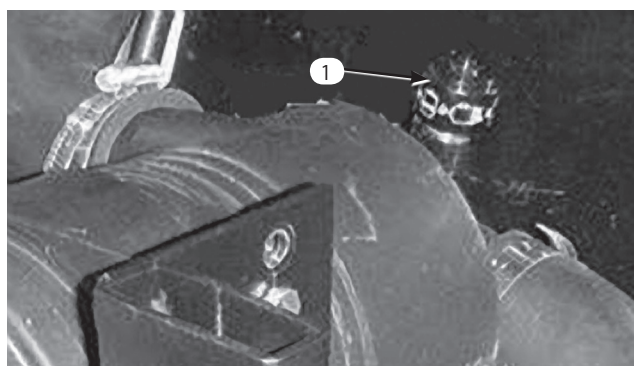

図43
- エア・クリーナの整備はインジケータ（図43）が赤色になったら、または 450 運転時間ごと（非常にホコリのひどい場所ではより頻りに）行ってください。エア・フィルタの整備のしすぎはかえってよくありません。
- インジケータ（図43）が赤になっていればリセットしておく。